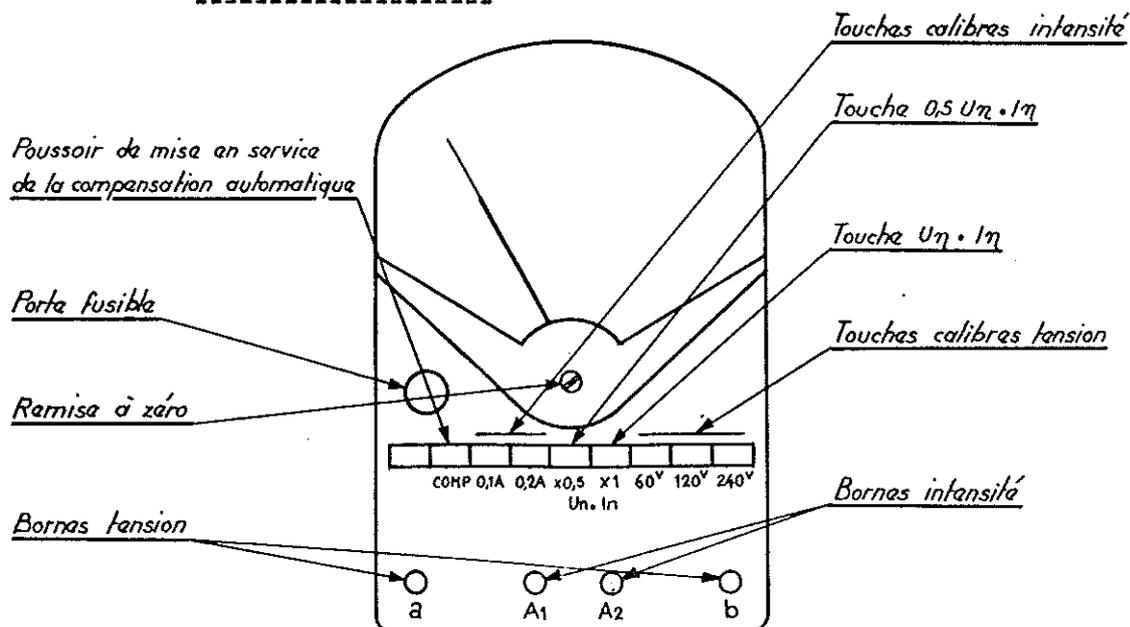

Fig. 1
- Utiliser l'appareil en position horizontale. Au repos, l'aiguille doit indiquer zéro. Sinon agir sur la vis de remise à zéro située au centre (voir Figure 1).